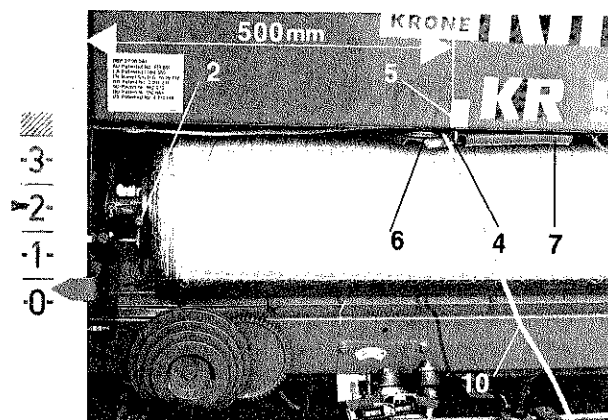
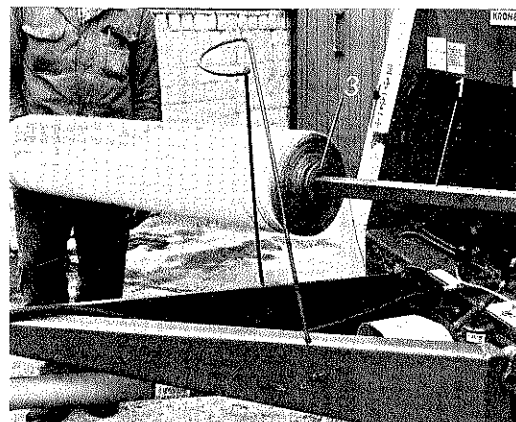
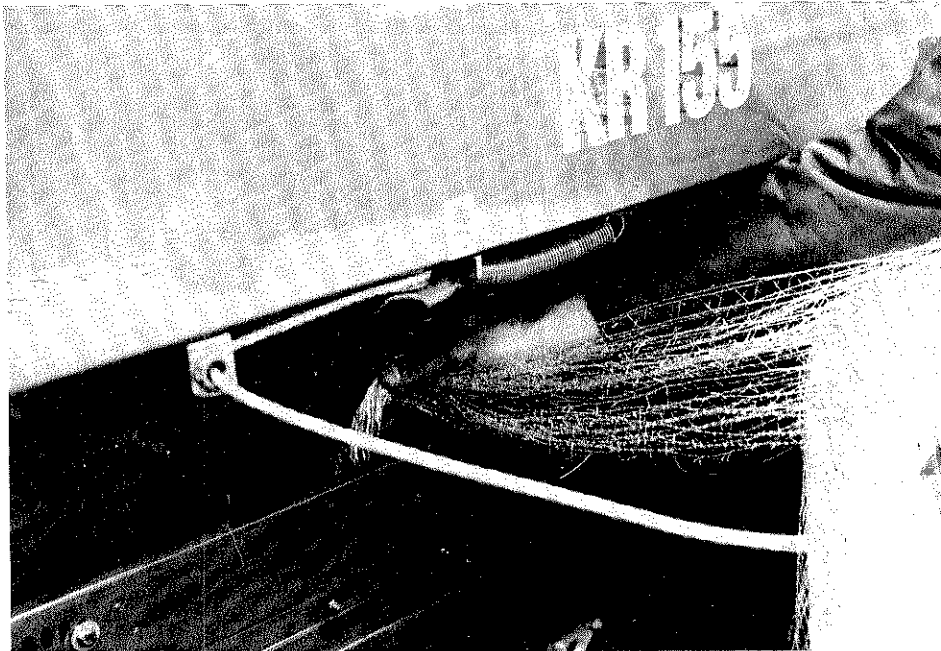
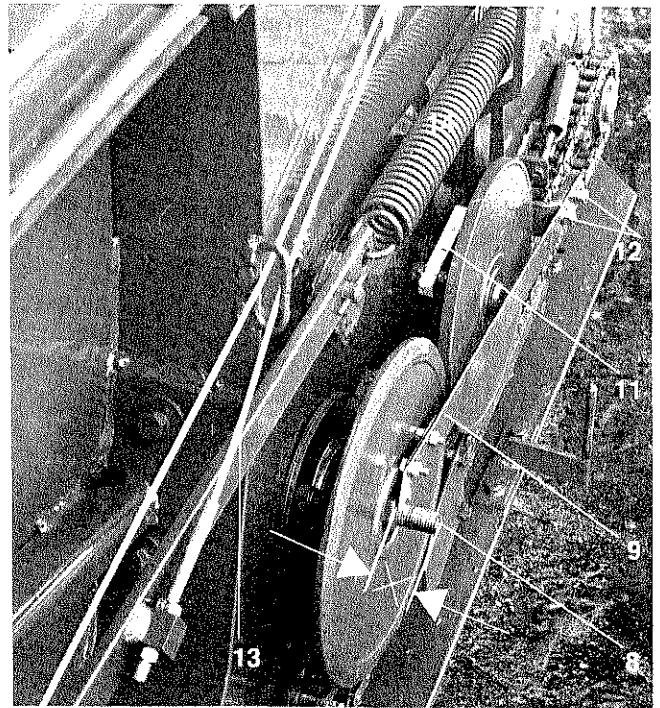

Abb. 10
Abb. 11
Abb. 13
Abb. 17
Die Krone-Rundballenpresse kann auch für die Umwicklung (Bindung) der Ballen mit Kunststoffolie oder Netz verwendet werden. Die Folien- bzw. Netzwickelvorrichtung befindet sich unterhalb des Garnkastens. Sie wird eingeschaltet (ausgeschaltet) indem das Starterseil am Startzylinder entsprechend eingehängt (siehe Abschnitt „Hydraulische Startvorrichtung“) und das Arretierstück (Pos. 11, Abb. 17) nach hinten (nach vorne) umgeklappt wird. Abmessungen der Folien- bzw. Netzrolle siehe Abschnitt „Technische Daten“.
Zum Einlegen der Folien- oder Netzrolle muß das Aufnahmerohr 1 (Abb. 11) herausgeschwenkt werden. Zum Aufschieben der Rolle wird die linke Lagerbuchse 2 (Abb. 10) mit Innenteil aus dem Aufnahmerohr herausgezogen. Die rechte Lagerbuchse 3 (Abb. 11 und 12) ist stirnseitig mit Aussparungen versehen, die zum Ausgleich von unterschiedlichen Rollenbreiten dienen. Sie ist so zu drehen, daß die Folien-Netzrolle mittig zur Maschine sitzt.
Die Folien- bzw. Netzrolle ist mit dem losen Ende nach hinten entsprechend Abb. 11 aufzuschieben.
Die Lagerbuchsen rechts und links müssen sich in der Rollenhülse leicht drehen lassen. Eventuelle Beschädigungen an der Hülse der Rolle müssen vorher beseitigt werden. Nach dem Einschwenken der Folienrolle (Netzrolle) muß die linke Lagerbuchse durch Drehen auf dem Gewinde so verstellt werden, daß die Nase 4 unterhalb der gelben Markierung 5 (Abb. 10) liegt. Das Verdrehen der linken Lagerbuchse wird erheblich erleichtert, wenn der Schwenkhebel 6 (Abb. 10) nach links gedrückt wird. Die Verdrehsicherung an der linken Lagerbuchse muß nach dem Verstellen wieder eingerastet werden.
Die Rolle wird durch längsseitiges Einklemmen gebremst. Die Bremswirkung läßt sich über die Feder 7 (Abb. 10) verändern. Mit zunehmender Spannung der Zugfeder 7 erhöht sich die Abbremsung der Folien- bzw. Netzrolle. Bei Verwendung von Netz muß die Abbremsung höher gewählt werden als bei Folie.
Die Übertragungseinrichtung der Bremse ist richtig eingestellt, wenn die Nase 4 (Abb. 10) unterhalb der gelben Markierung 5 liegt. Das entspricht 500 - 530 mm von der linken Rahmenkante. Die Einstellung erfolgt nur durch Verstellung an den Lagerbuchsen 2 (Abb. 10) und 3 (Abb. 11).
Durch Ziehen am Seil 10 (Abb. 10) bewegt sich der Schwenkhebel 6 nach links über die gelbe Markierung 5 hinaus. In dieser Stellung ist die Bremse der Folien-Netzrolle gelöst, und somit muß sich die Rolle sehr leicht von Hand drehen lassen. Nach dem loslassen des Seils spricht die Bremse wieder an, und die Rolle darf sich nur noch sehr schwer von Hand drehen lassen; vor allem bei stark gespannter Feder 7, wie es bei Betrieb mit Netz sein sollte.
Bevor das Netz (die Folie) eingeführt wird, muß unbedingt der Messerbalken durch einmaliges Ziehen am Starterseil 10 (Abb. 10) zurückgeschwenkt und das Arretierstück 11 (Abb. 17) nach vorn umgelegt werden.
Das Netz (die Folie) wird von der Rolle nach hinten durch den Schacht zu den Starterrollen geführt (Abb. 13 - 16). Mit einer Hand das Netz (die Folie) in die Lücke vor den Starterrollen legen und gleichzeitig mit der anderen Hand die Aluminiumstarterrolle drehen, bis das Netz ca. 100 mm hinter den Starterrollen durchhängt. Danach das Arretierstück 11 (Abb. 17) für den Betrieb mit Netz/Folie wieder nach hinten umlegen.
Die gewünschte Folienlänge (Netzlänge) pro Rundballen kann mit der Schraube 8 (Abb. 17) stufenlos eingestellt werden. Die Einstellschraube 8 hat Linksgewinde.
Einstellschraube 8 (Abb. 17) nach der Verstellung wieder kontern.
1. Je nachdem, wie Sie Ihre Rundballen „einbinden“ wollen, Maschine entsprechend mit Garn-, Folien oder Netzrollen bestücken und Bindemittel in die Wickel- bzw. Startvorrichtung einfädeln. Zugseil für die Startvorrichtung entsprechend am Startzylinder einhängen (s. Abschnitt „Hydraulische Startvorrichtung“) und Arretierstück (Pos. 11, Abb. 17) in die entsprechende Position bringen.